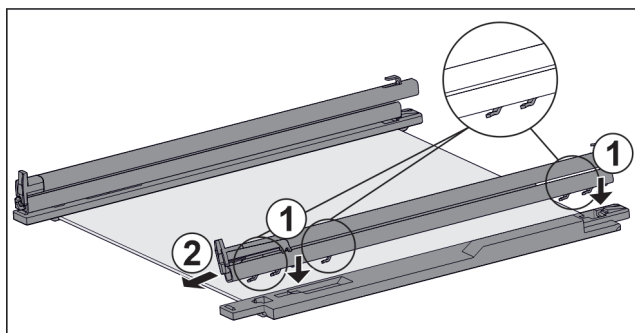

Fig. 48 Стеклопанель с направляющими и крепежными элементами
- Поместите крючки направляющей в отверстия **левого** крепежного элемента. Fig. 48 (1)
- Потяните направляющую вперед. Fig. 48 (2)
- Поместите крючки направляющей в отверстия **правого** крепежного элемента. Fig. 48 (1)